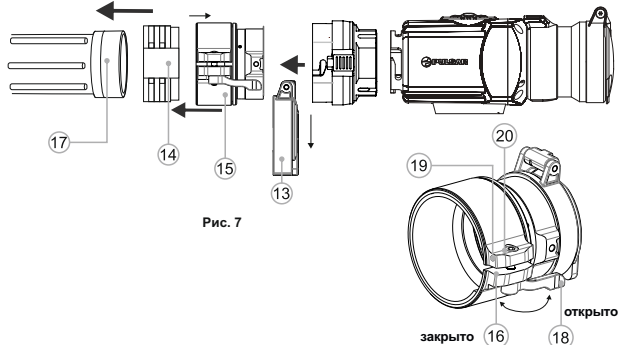

Рис. 7
- Установите до упора адаптер с вкладышем на объектив (17) дневного прибора (рис. 7).
- Переведите рычаг (18) из первоначального положения “открыто” в положение “закрыто” (рис. 7). Проверьте, плотно ли адаптер прилегает к объективу.